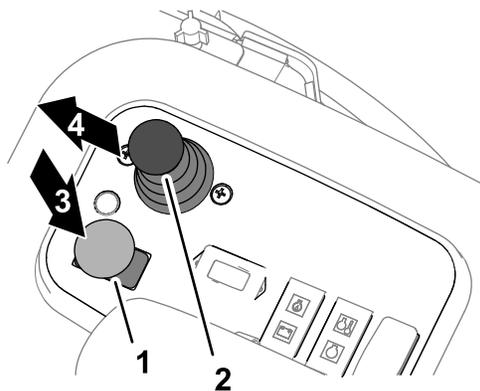

Рисунок 34
1. Включите стояночный тормоз и нажмите на переключатель привода режущего блока, чтобы установить его в положение Выключить (Рисунок 34).